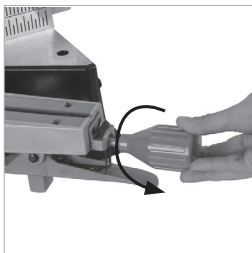

Abb. 30
- Lösen Sie den Gehrungs-Verriegelungsgriff (**Abb. 30**) durch Drehen gegen den Uhrzeigersinn.